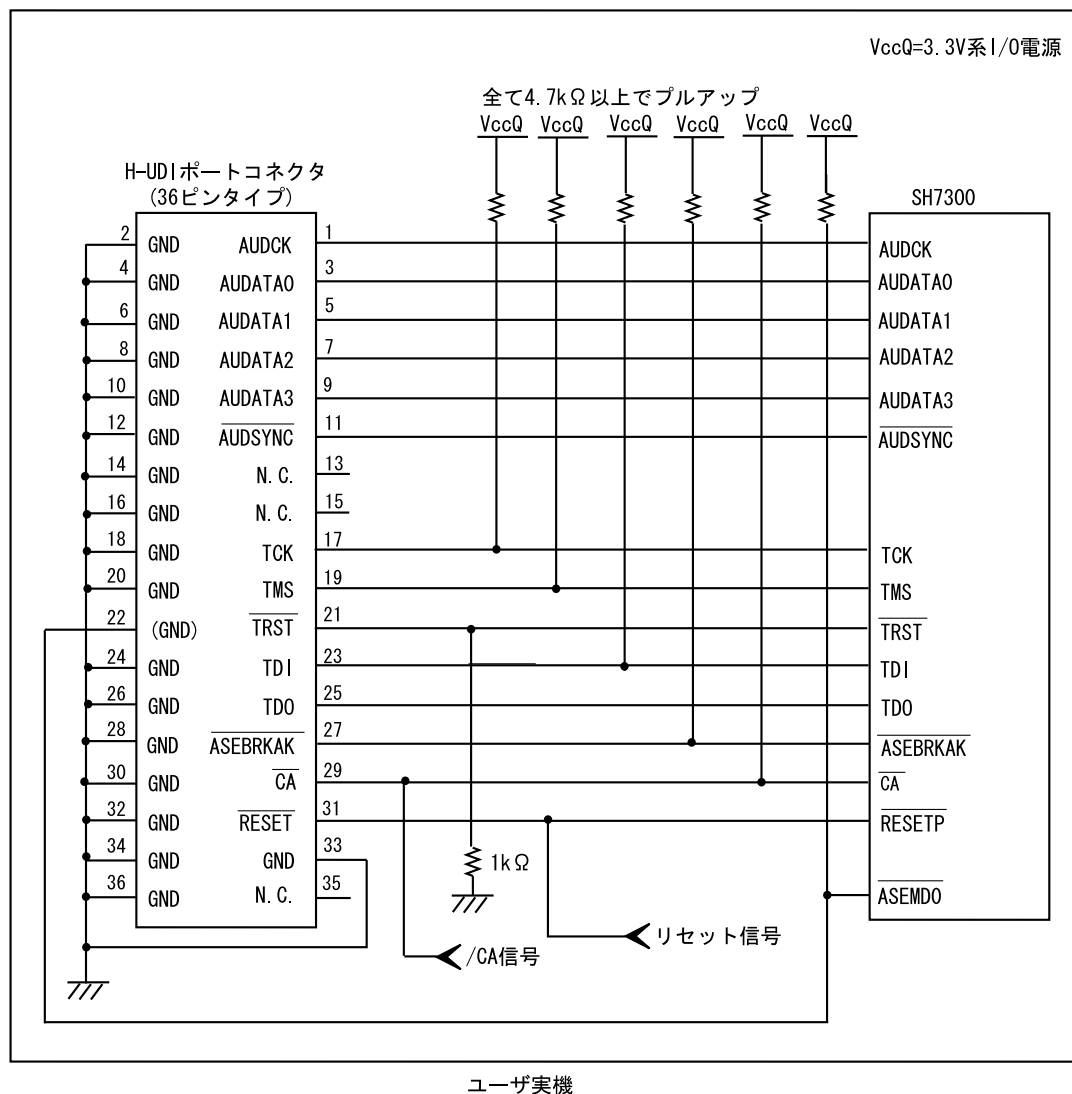

図 1.4 E10A-USB 使用時の H-UDI ポートコネクタ - チップ間の推奨接続例
E10A-USB エミュレータ使用時の H-UDI ポートコネクタ(36 ピンタイプ)とチップ間の推奨接続例を図 1.3、図 1.4 に示します。
- E10A-USB エミュレータのスイッチ(SW2=0, SW3=0 側)を切り替えることにより 29pin を /CA 端子として使用することができます。本設定では、UVCC 端子にユーザ電源を供給できませんので、ユーザインタフェースの I/O 電圧は 3.3V 固定となります。このとき、15pin は N.C.(オープン)としてください。(図 1.4 参照)
- 図 1.4 推奨接続例で回路を組んだ場合の E10A-USB エミュレータのスイッチ設定: SW2=0, SW3=0